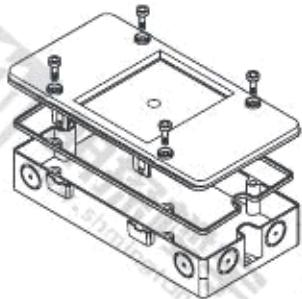

图 6
- 安装在控制器或开关柜外面：潮湿环境使用FDCH292保护盒(图6)。
3. 用两颗螺钉将保护盒固定在一个平整表面上 (图 6)。
1. 将模块放置在安装表面(图 6)。